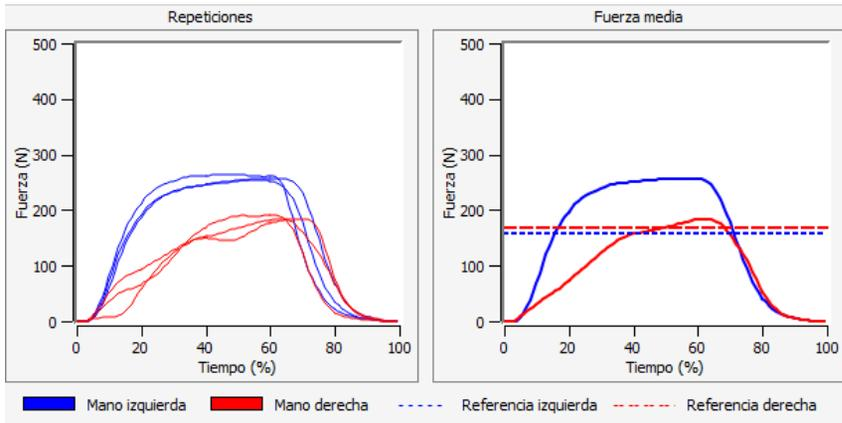

Figura 14. Resultados gráficos prueba de Empuñamiento
Junto a los parámetros calculados se muestran las gráficas resultado de las pruebas de fuerza registradas (Figura 14).
En la gráfica de la derecha (Figura 14), se observan dos líneas discontinuas marcando un valor de referencia de Fuerza (N) en el eje de ordenadas. Estos valores, línea roja discontinua para la mano derecha y en azul para la mano izquierda, representan el valor de fuerza media obtenido de la base de datos de normalidad/IBV segmentada por edad, sexo y dominancia.